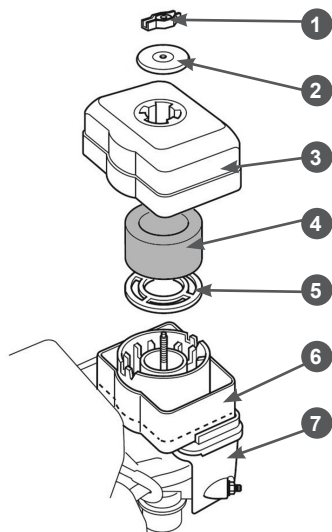
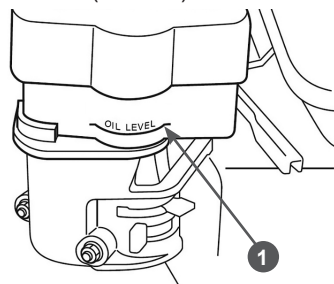

Рис. 27 Обслуживание воздушного фильтра
Рис. 28 Уровень масла в масляной ванне воздушного фильтра
1. Открутите гайку 1, снимите шайбу 2 и крышку 3 воздушного фильтра (Рис. 27).
2. Извлеките из крышки 3 воздушного фильтра поролоновый фильтрующий элемент 4 (Рис. 27).
5. Снимите с опоры 7 воздушного фильтра масляную ванну 6 и слейте из нее отработанное масло (Рис. 27).
6. Произведите очистку масляной ванны 6 и крышки 3 воздушного фильтра (Рис. 27).
7. Установите масляную ванну 6 в опору 7 воздушного фильтра (Рис. 27) и залейте в нее моторное масло до отметки 1 «OIL LEVEL» на корпусе масляной ванны (Рис. 28).
8. Смочите поролоновый фильтрующий элемент 4 (Рис. 27) специальным или чистым моторным маслом, после чего излишки масла отожмите.